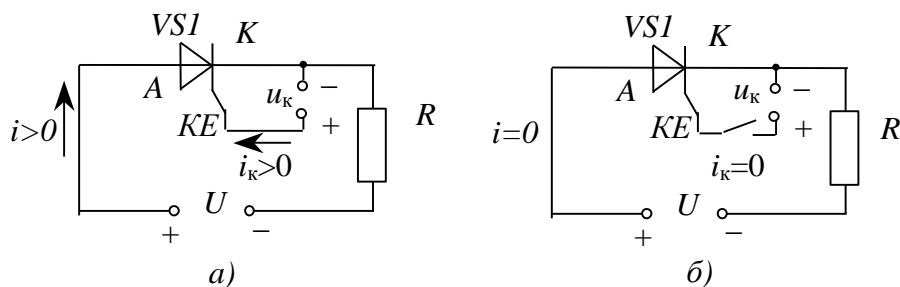

Рис. 2. Два стани тиристора (а – відкритий та б – закритий)
Тиристор є вентилем керованим. Окрім анода та катода, він має третій вивід (керуючий електрод КЕ на рис. 2). Він також проводить струм лише в одному напрямку (від анода до катода). Для його відкриття необхідно виконати дві умови:
- забезпечити протікання в колі між керуючим електродом та катодом струму керування i_k , направленою як на рис. 2а.
Для забезпечення протікання струму керування використовують додаткове джерело напруги керування u_k . Величина струму керування набагато менша від струму між анодом та катодом (тобто силового струму). Якщо коло керуючого електрода розімкнути (як на рис. 2б), струм керування буде відсутній, і тиристор не відкриється. Графічне позначення тиристора подібне до позначення діода, проте має третій вивід КЕ. Нумерацію тиристорів на схемах здійснюють із використанням букв VS . Завдяки наявності керуючого електрода тиристор стає керованим вентиляем. Він відкриється лише тоді, коли буде виконано не лише першу умову його відкриття, а й другу. Тому струм керування можуть подавати не одразу після виконання першої умови, а дещо пізніше. Цей струм подається від спеціальної системи керування. Надалі ми не будемо зображувати коло, яким протікає струм керування.